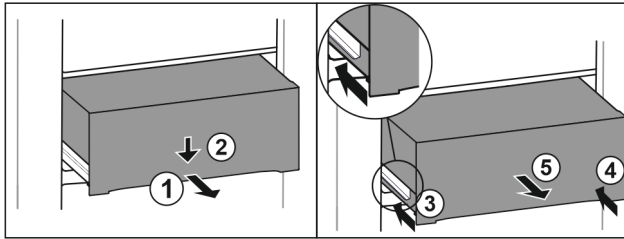

Fig. 80
- ▶ Extraiga el cajón hasta la mitad. Fig. 80 (1)
- ▶ Presionar hacia abajo el cajón de la parte delantera. Fig. 80 (2)
- ▶ Introducir el carril izquierdo unos 2 cm. Fig. 80 (3)
- ▶ Introducir el carril derecho unos 2 cm. Fig. 80 (4)
- ▶ Extraiga el cajón hacia delante. Fig. 80 (5)